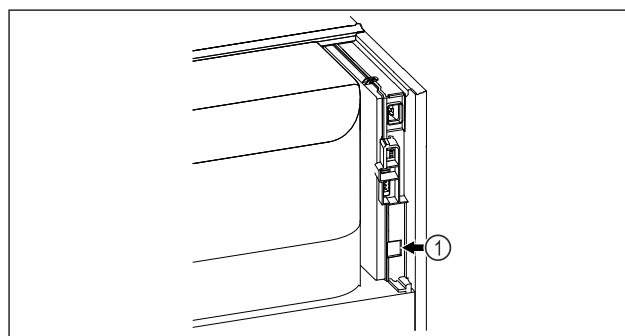

Fig. 171
- SmartModule Fig. 171 (1) on asennettu.